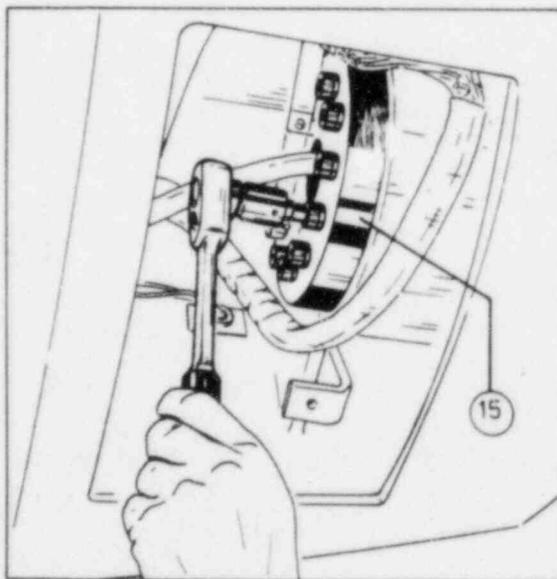

Fig. 13
Nun wird der Haltering (15) mit 12 Inbusschrauben am Tragrohr (10) angeschraubt, (mit 130 Nm (13 kpm)) anziehen)) somit ist das Zwischenstück befestigt (Fig. 13).
Now screw the retaining ring (15) onto the support tube (10) using 12 bolts (tighten to 130 Nm (13 kgm)) so that the adapter is secured (fig. 13).